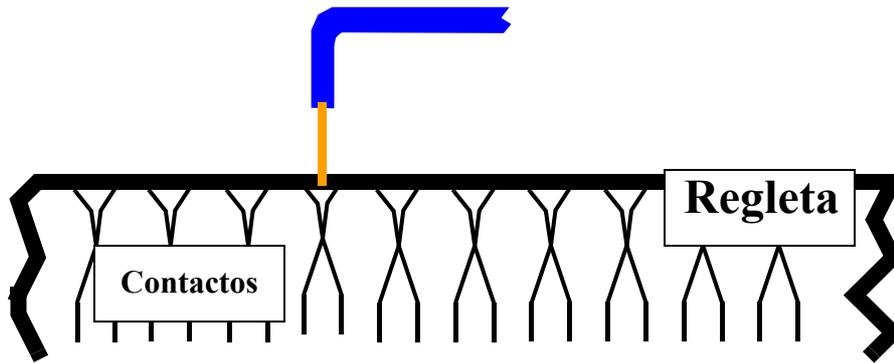

Figura 24: Forma de hacer el contacto entre cable y regleta
- c) Conecte en primer lugar los *pin*es correspondientes a las líneas de alimentación (+5 V) y tierra (GND). Para ello, use cables y procure doblarlos como se muestra en la Figura 24: que entren verticalmente en los agujeros de la regleta.